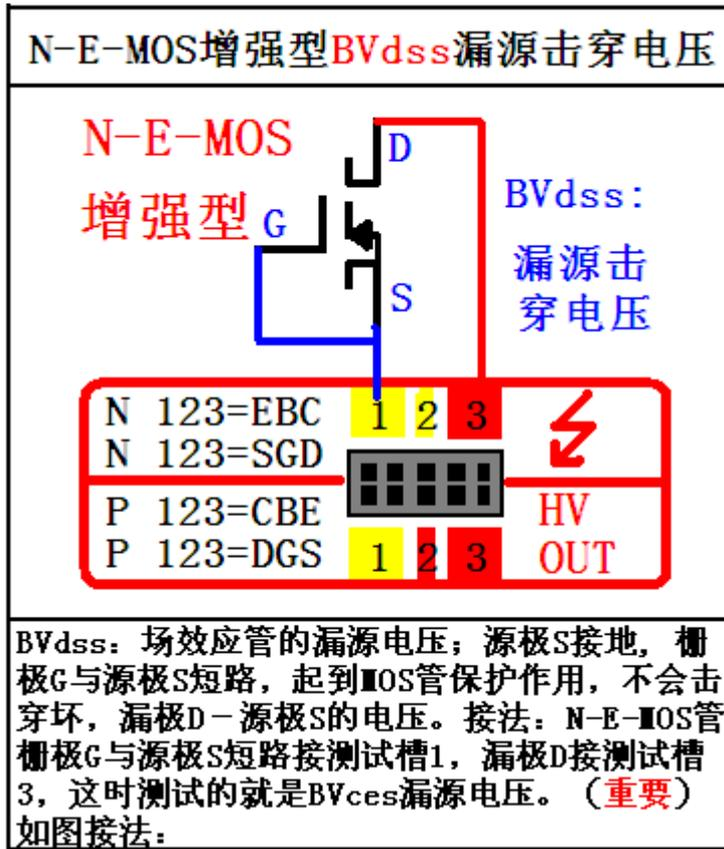

图 29
- (1)、 $BV_{dss}$ : 场效应管的漏源电压; 源极 S 接地, 栅极 G 与源极 S 短路, 起到 MOS 管保护作用, 不会击穿坏, 漏极 D—源极 S 的电压。接法: N-E-MOS 管栅极 G 与源极 S 短路接测试槽 1, 漏极 D 接测试槽 3, 这时测试的就是  $BV_{ces}$  漏源电压。(重要) 如图 29 接法: